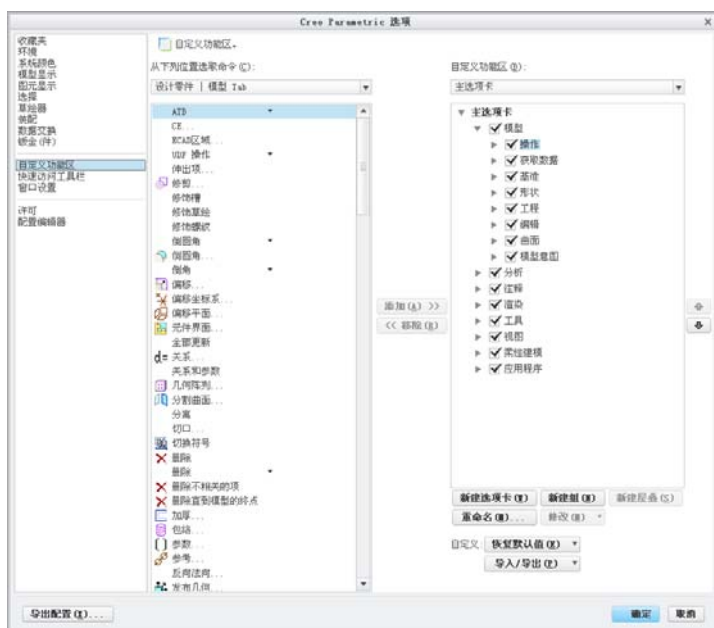

图 1-9 “自定义功能区”设置界面
(2) 界面定制。在对话框中选择“自定义功能区”选项卡，进入“自定义功能区”设置界面，如图 1-9 所示。默认情况下，所有命令（包括适用于活动进程的命令）都将显示在对话框中。